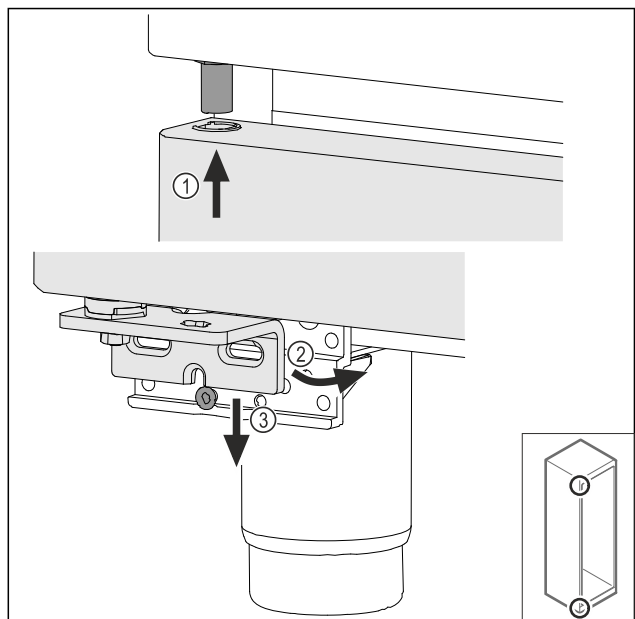

Fig. 43
- Deur iets gekanteld aan de bovenzijde terugplaatsen Fig. 43 (1), deur recht uitlijnen Fig. 43 (2) en aan de onderzijde op de lagerbokschroef Fig. 43 (3) plaatsen.